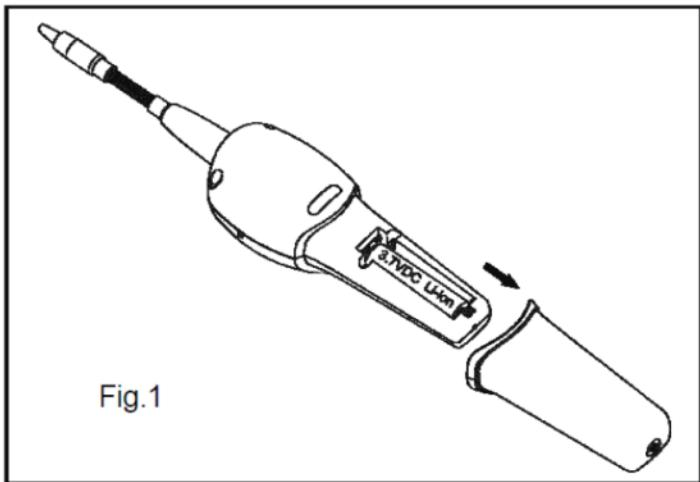

Fig.1
- Desatornille el tornillo y quite la tapa del compartimento de la batería situado en la parte inferior de detector tal y como se muestra en la imagen inferior (fig. 1)